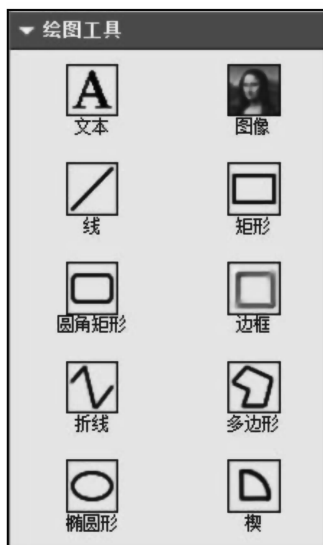

图 6-30 绘图工具控件
4) 添加文字注释，指示电动机的运行状态。打开“绘图工具”，如图 6-30 所示，点击“文本”，点击“外观”选项，在“文本”下输入名称“起动”，并设置字体如图 6-31 所示；将它的可见性标签对应 TAG0001。同样添加文本“停止”、“正转”和“反转”。将它们的可见性标签分别对应到 TAG0002、TAG0003 和 TAG0004。最后分别将起动文本与停止文本重合、正转文本和反转文本重合。值得一提的是，PVC 允许在文本中插入变量，包括日期、时间、数字量以及字符串。